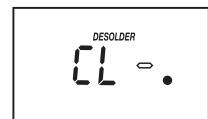

Рис. 1
- Нажмите и удерживайте функциональную кнопку около 2 секунд. На дисплее отобразится значение, показанное на Рис. 1.
2. Нажмите и удерживайте функциональную кнопку термофена около 2 секунд. На дисплее отобразится значение, показанное на Рис. 1.